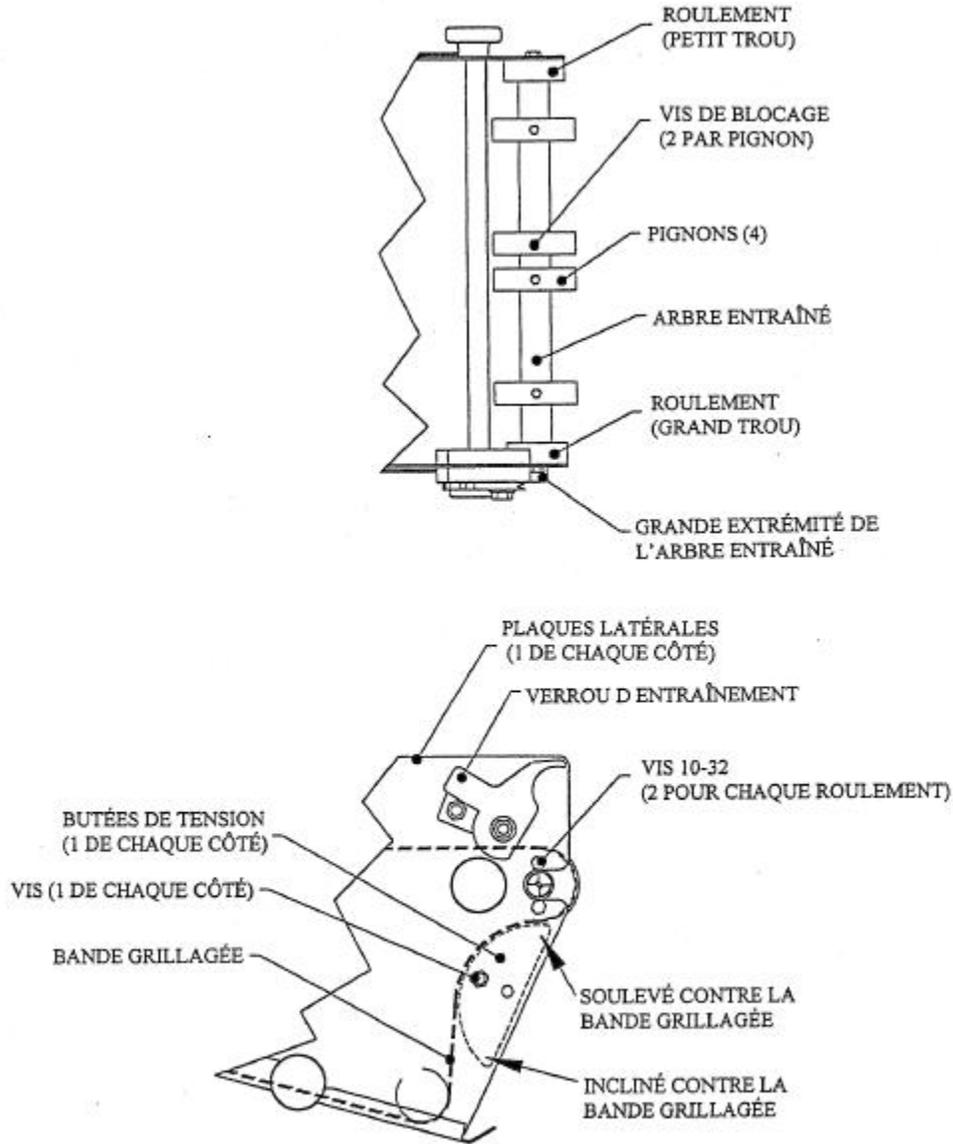

Figure 21
9.1.5 Remplacement d'arbre d'entraînement et de roulements de transporteur à paner (Figure 21)